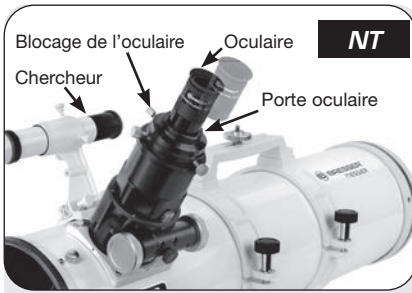
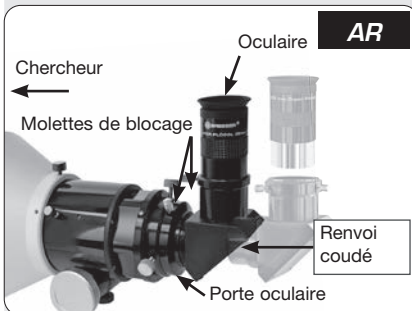

Fig. 10a: insertion de l'oculaire dans le porte oculaire du télescope
Fig. 10b: insertion du renvoi coudé et de l'oculaire dans le porte oculaire de la lunette
10. Insérez l'oculaire: modèles Newton (Fig. 10a): ôtez le cache poussière du tube porte oculaire (Vous le remettrez en place dès la fin de la séance d'observation). Dévissez la vis de blocage de l'oculaire située à l'extrémité du tube porte oculaire (1, Fig. 1a) et insérez-y l'oculaire 25mm fourni (3, Fig. 1a). Sans forcer, bloquez-le en resserrant la vis de blocage. Lunettes (Fig. 10b): ôtez le cache poussière du tube porte oculaire (Vous le remettrez en place dès la fin de la séance d'observation). Dévissez la vis de blocage de l'oculaire située à l'extrémité du tube porte oculaire (1, Fig. 1b) et insérez-y le renvoi coudé, suivi de l'oculaire 25mm fourni (3, Fig. 1b). Sans forcer, bloquez-les en resserrant successivement les vis de blocage.